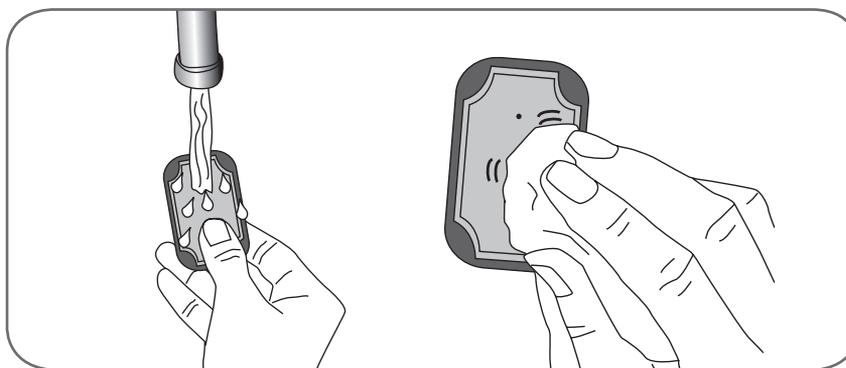

図 8-4: (左) 布製電極を濡らす (右) 布製電極を拭き取る
3. 布製電極が十分に濡れるまで水で濡らします。図 8-4 を参照してください。
4. 布製電極の余分な水分を拭き取ります。図 8-4 を参照してください。